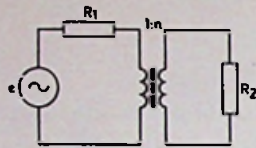

Fig. 5
- 4 Een wisselspanningsbron met inwendige weerstand  $R_1$  en elektromotorische kracht  $e$  is aangesloten op een ideale transformator met wikkerverhouding  $1 : n$  (zie fig. 5). De transformator is aan de secundaire zijde belast met de weerstand  $R_2$ .